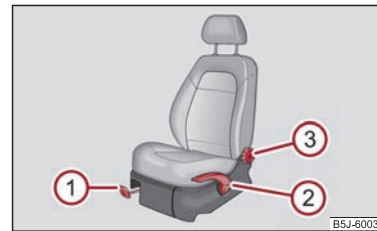

Abb. 49 Bedienelemente am Sitz
- Ziehen Sie den Hebel ① ⇒ Abb. 49 nach oben und schieben Sie dabei den Sitz in die gewünschte Position.
- Lassen Sie den Hebel ① los und verschieben Sie den Sitz soweit, bis die Verriegelung hörbar einrastet.